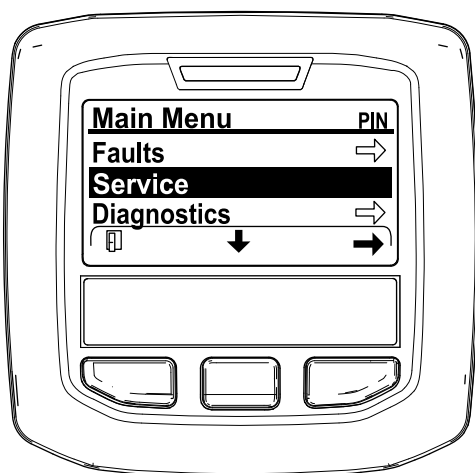

Figure 32
2. Naviguez jusqu'au MENU PRINCIPAL, appuyez sur le bouton central pour défiler jusqu'au menu ENTRETIEN et appuyez sur le bouton de droite pour sélectionner l'option ENTRETIEN (Figure 32).